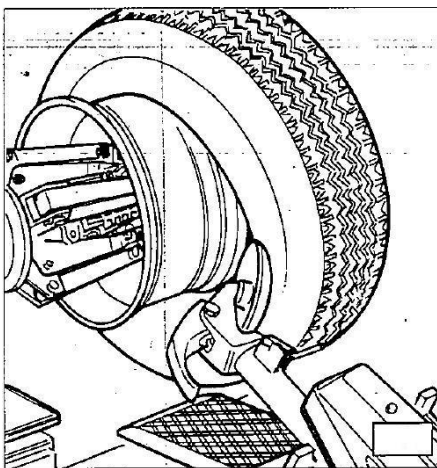

Рис. 7.5
- 1) Если данная процедура не представляет сложности, то после разбортовки можно воспользоваться диском отрыва борта и установить его напротив внутренней плоскости шины. Снять шину с обеих сторон колесного диска (см. рис. 7.5).